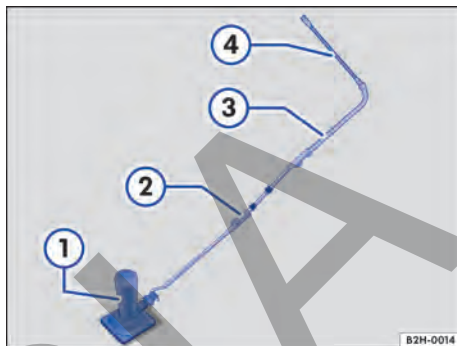

Fig. 203 Crique con prolongación.
1. Despliegue la palanca de prolongación → Fig. 203 ② de las herramientas de a bordo.
2. Enganche la palanca de prolongación en el crique → Fig. 203 ①.
3. Acople la llave de vaso → Fig. 203 ③ a la palanca de prolongación.
4. Encaje la llave de rueda → Fig. 203 ④ en la llave de vaso.